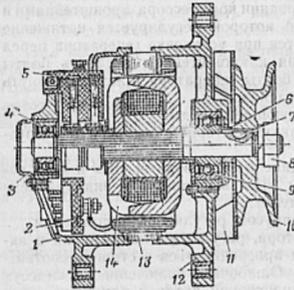

Рис. 90. Генератор:
**Устройство генератора.** Генератор (рис. 90) представляет собой трехфазную двенадцати полюсную синхронную электрическую машину со встроенным выпрямительным блоком и проточной вентиляцией.